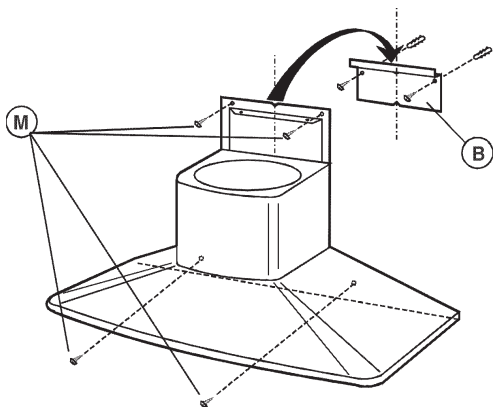

fig.8
Fixation murale de la hotte (fig. 8)
2. Fixez le support métallique (B) au mur à l'aide des vis et chevilles (fig. 8). Repérez les 2 petits triangles sur le support afin de le placer exactement le long de l'axe vertical de la hotte.
2. Repérez l'emplacement des 4 trous (M) à réaliser (fig. 8). Décrochez la hotte puis percez les trous \varnothing 8mm. Placez les chevilles dans les trous.
3. Accrochez la hotte et fixez-la définitivement à l'aide des 4 vis (M) – fig. 8.